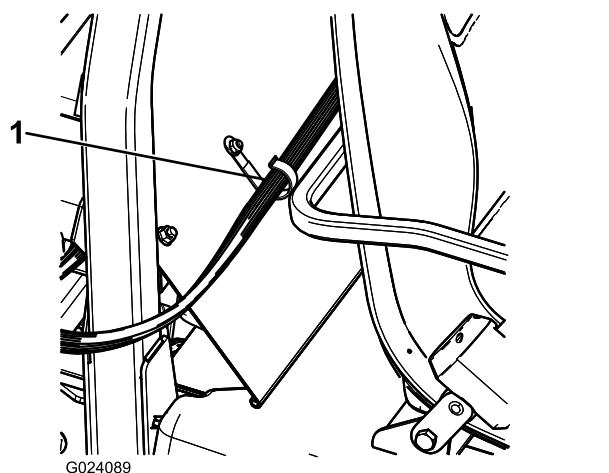

Figura 22
2. Installate un fermaglio a J dietro il sedile del passeggero (Figura 22) usando un bullone ($\frac{1}{4}$ " x $\frac{1}{2}$ " e un dado flangiato ($\frac{1}{4}$ ").
3. Fissate il cablaggio del quadro di comando alla consolle e alla copertura del ROPS usando i fermagli a J (Figura 22).